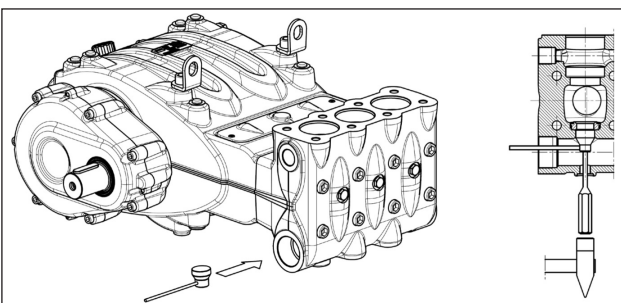

Fig. 102
**S'il s'avère difficile d'extraire le groupe de la soupape d'aspiration (par exemple, à cause de la présence d'incrustations dues à un arrêt prolongé de la pompe), utiliser l'extracteur réf. 27516200 (rep. ①, Fig. 102) et agir selon les indications.**